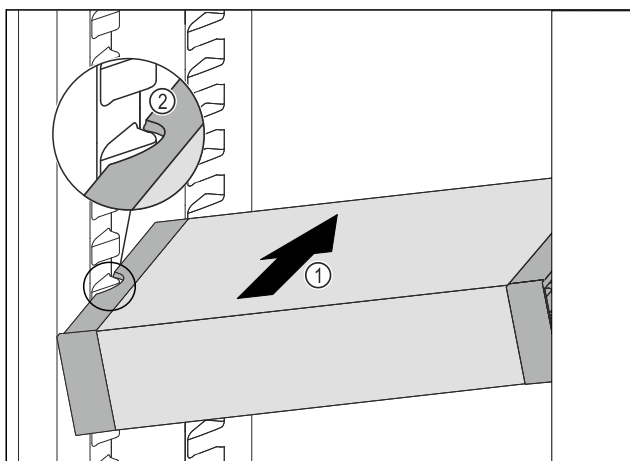

Fig. 107
- VarioSafe zasúvajte šikmo do chladničky Fig. 107 (1), kým sa bočné vybrania Fig. 107 (2) VarioSafe nebudú nachádzať vo výške rebra nádoby v chladničke.